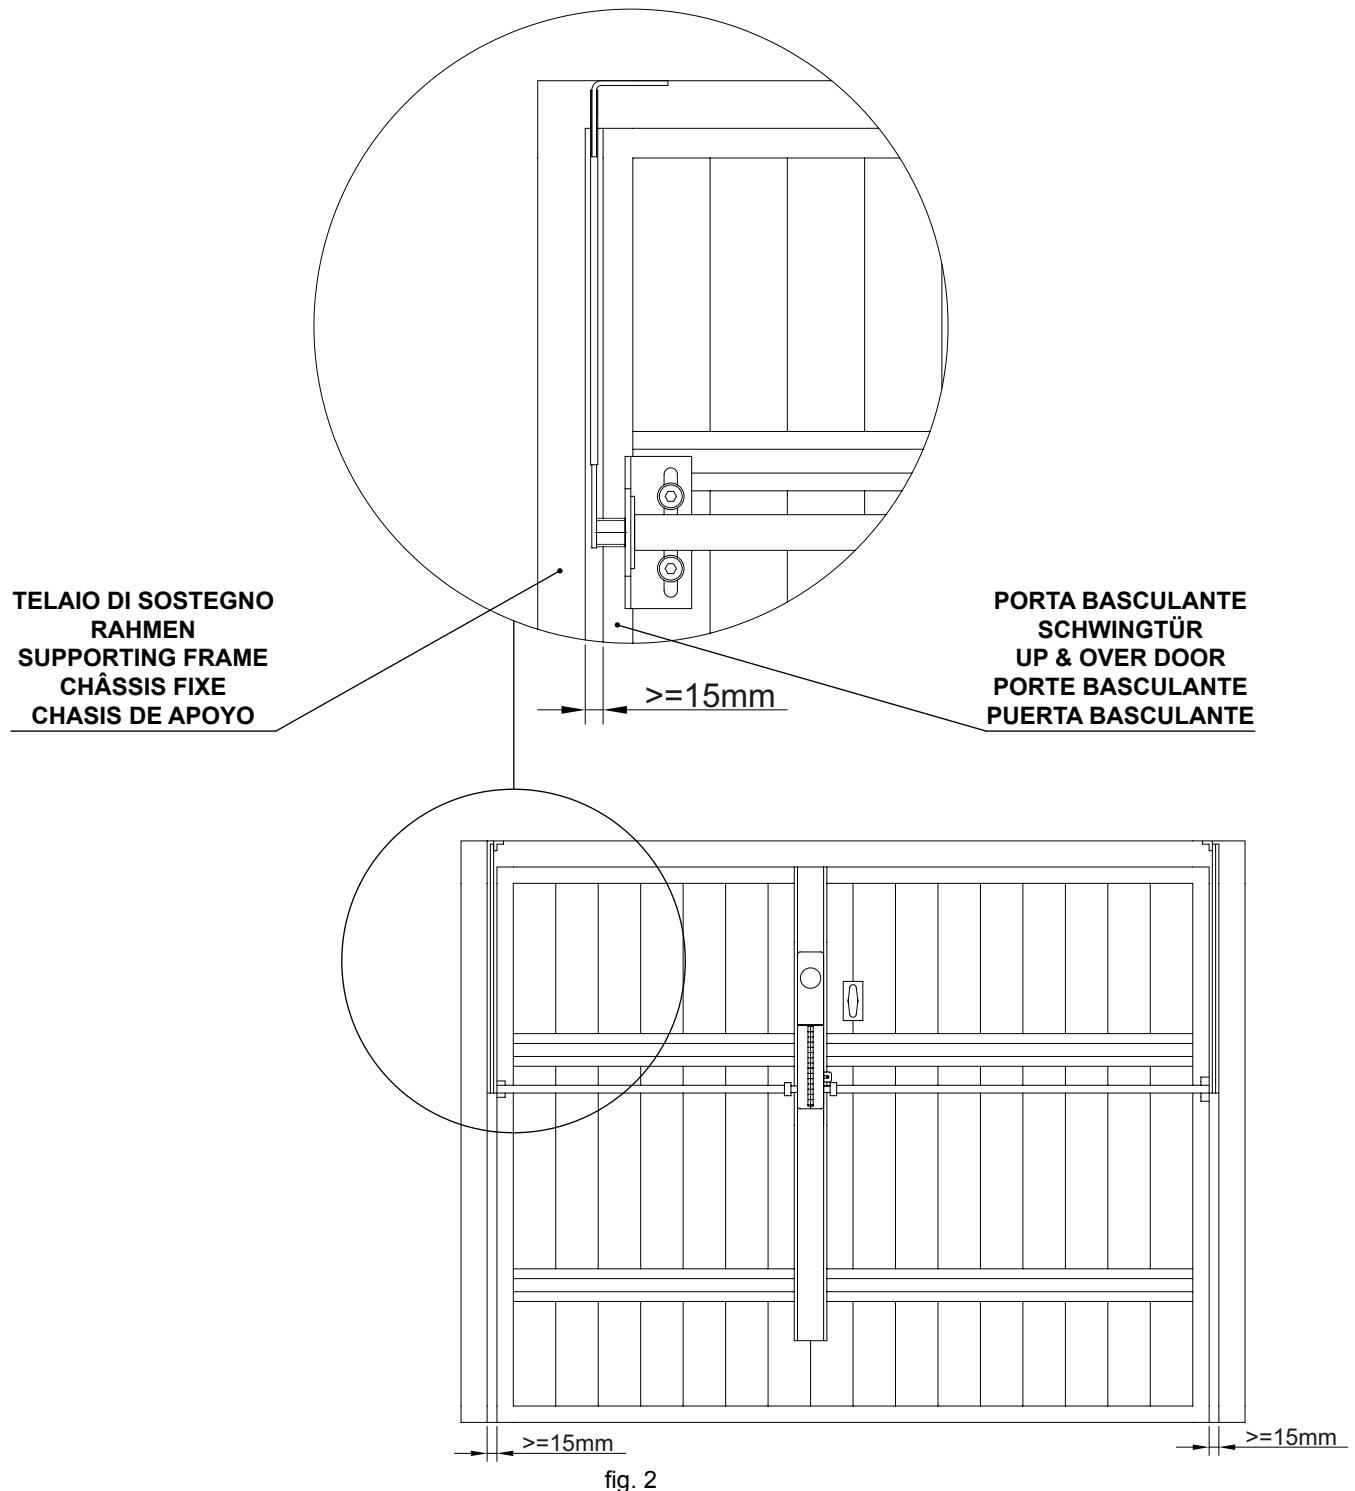

fig. 2
3_ INSTALLAZIONE A MOTORE CENTRALE (fig. 2) \ INSTALLATION MIT ZENTRALEM MOTOR (Abb. 2) \ INSTALLATION WITH A CENTRALIZED MOTOR (fig. 2) \ INSTALLATION AVEC MOTEUR CENTRAL (fig. 2) \ INSTALACIÓN CON MOTOR CENTRAL
** Die gebogenen Teleskoparme werden benutzt, wenn der Abstand zwischen Schwingtür und ihrem Rahmen kleiner als 15 mm ist (Abb. 2).
** Les bras télescopiques courbes sont utilisés quand la distance entre la porte basculante et son chassis de soutien est inférieure à 15 mm (fig. 2).
** I bracci telescopici curvi sono utilizzati nel caso in cui la distanza tra la porta basculante ed il suo telaio di sostegno è inferiore ai 15 mm (fig. 2).
** The curved telescopic arms are used when the distance between the overhead door and its frame is less than 15 mm (fig. 2).